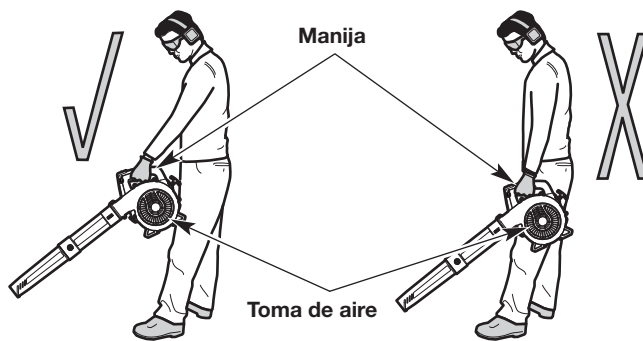

Fig. 13
- Párese en la posición de arranque (Fig. 13). Párese derecho. No se incline sobre el aparato.
- Sostenga la unidad delante y separada del cuerpo (Fig. 13).
WARNING: A fin de evitar que se produzcan lesiones graves o daños a la unidad, **NO** sostenga la unidad en su costado (Fig. 13). El motor puede estar muy caliente. **NUNCA** bloquee la toma de aire.